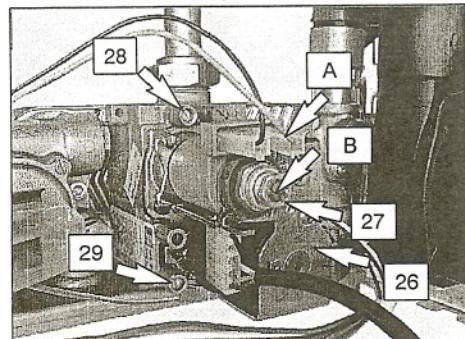

fig. 7.2
Después de cualquier medición de las presiones de gas, **cerrar debidamente** las tomas de presión utilizadas (29 y 28 en la fig. 7.2).
Para ajustar la presión hacia el quemador, hace falta actuar sobre la tuerca de latón del actuador modulante 27 en la fig. 7.2
- 8 Desconectar el hilo de alimentación "A" del actuador modulante 27 cuidando que no llegue a tocar las piezas metálicas de la caldera fig. 7.2
sujetando la tuerca de latón del actuador modulante 27 en la fig. 7.2
10 Volver a conectar el hilo de alimentación "A" del actuador modulante fig. 7.2
12 Cerrar la toma de presión 28 en la fig. 7.2
- Abrir la toma de presión a la salida de la válvula de gas 28 en la fig. 7.2 y conectar un manómetro.